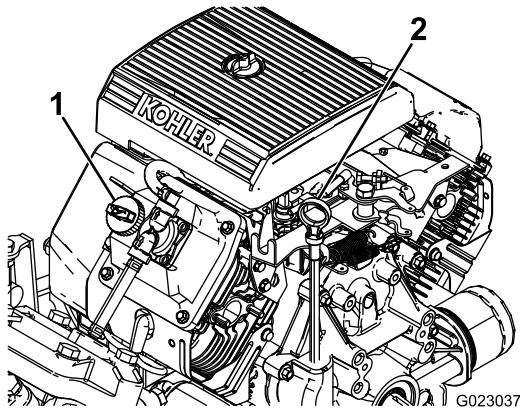

Figura 11
2. Retire la varilla y límpiela con un paño limpio (Figura 11).
4. Si el nivel de aceite es bajo, retire el tapón de llenado de la cubierta de la válvula (Figura 11) y añada aceite por el orificio hasta que el nivel llegue a la marca Lleno de la varilla; el tipo y la viscosidad correctos figuran en la sección Mantenimiento del aceite de motor (página 41). Añada el aceite lentamente y compruebe el nivel a menudo durante este proceso. No llene demasiado.